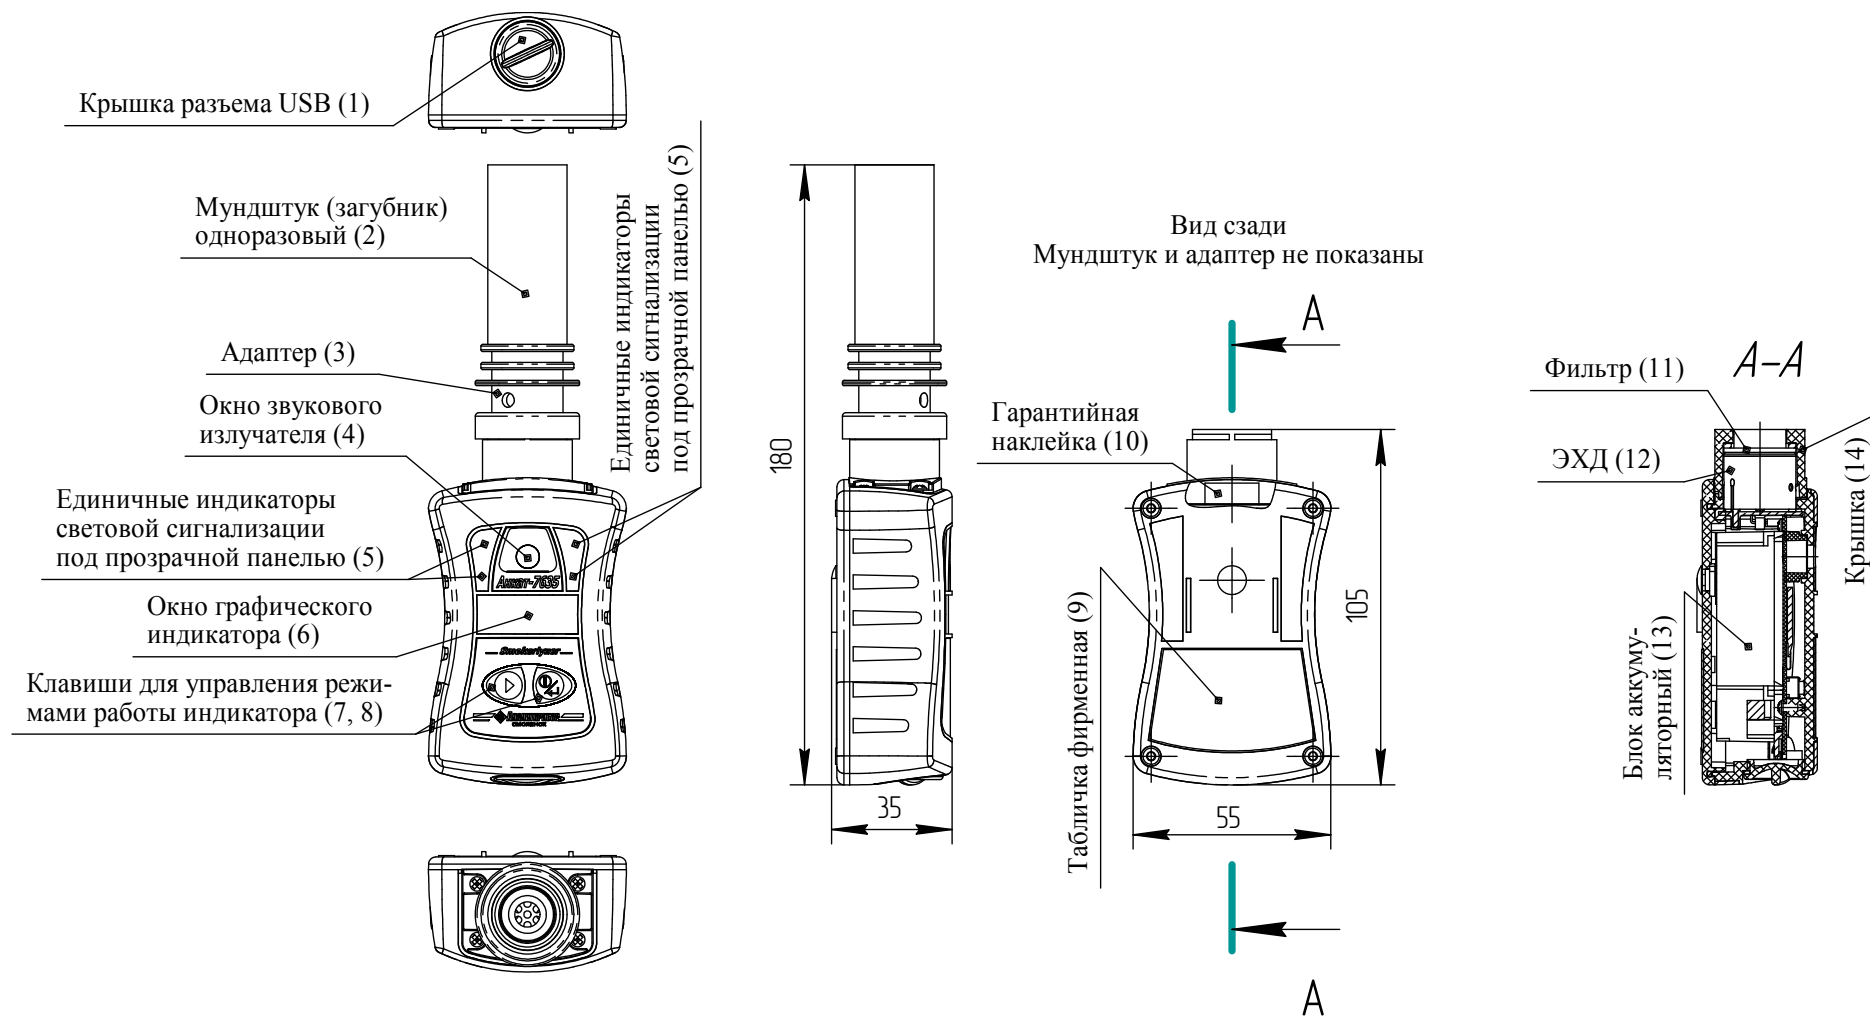

Рисунок 1.1 – Прибор для определения оксида углерода в выдыхаемом воздухе ANKAT-7635SMOKERLYZER.
1.4.1.3 На передней панели прибора расположены (см. рисунок 1.1):
- табло (графический индикатор) (6);
- единичные индикаторы световой сигнализации (5);
- пленочная клавиатура с двумя клавишами для управления режимами работы прибора «▶» (7) и «⏏» (8);
- окно звукового излучателя (4).